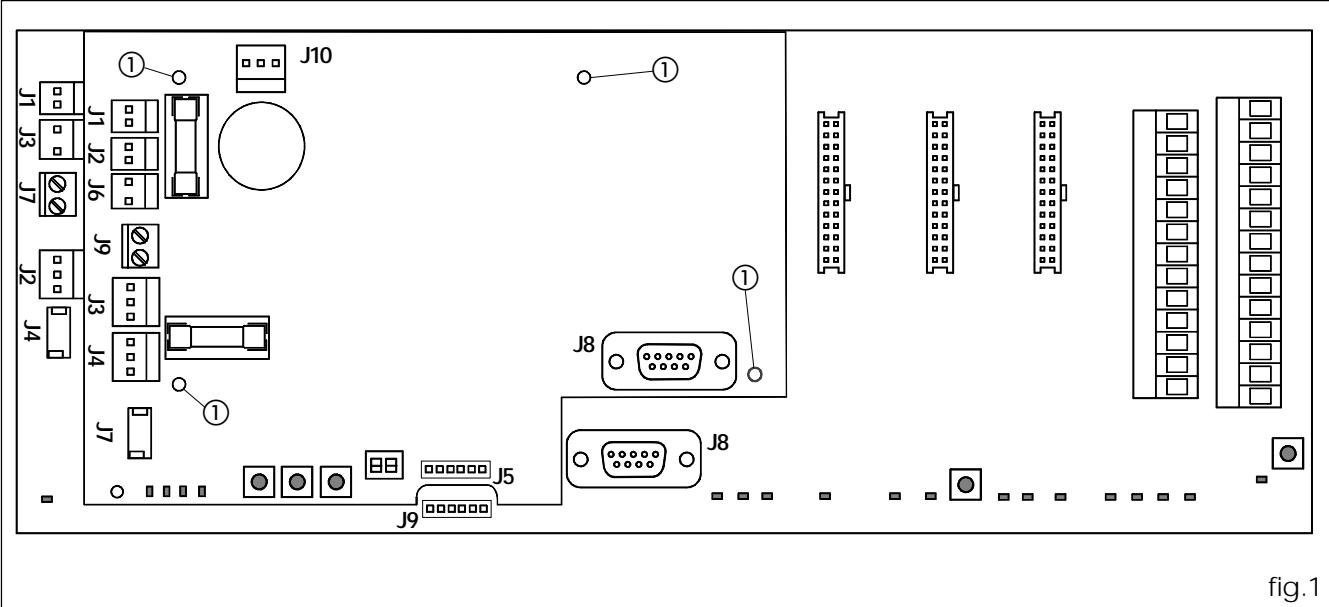

fig.1
Las puertas 940 de doble motor ensambladas se entregan con la tarjeta del segundo motor ya cableada. En caso de puertas en kit, monte la segunda tarjeta utilizando los separadores suministrados en dotación, colocándolos en la tarjeta 940SDM en coincidencia con los orificios, tal y como se indica en la fig. 1 ríf. ①.